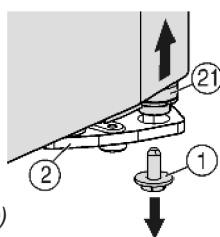
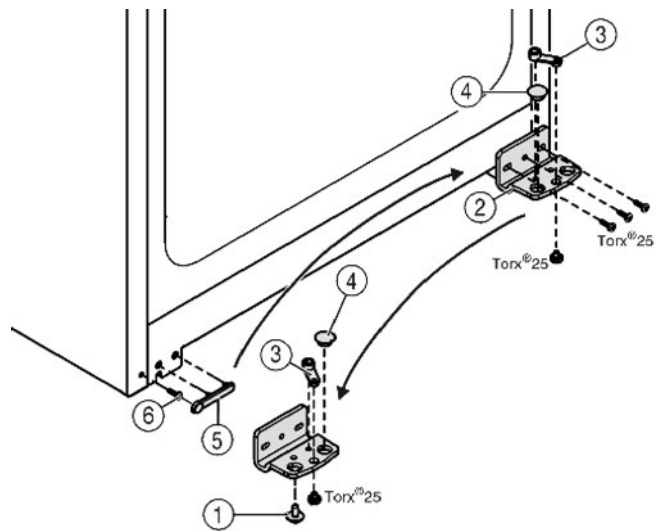

Рис. 4
Рис. 5
- ▶ Опорный стержень (рис. 4 (21)) должен выйти из петли (рис. 5 (2)).
- ▶ Если опорный стержень (рис. 4 (21)) не выходит, выдавите его снизу.
- ▶ Выкрутите петлю (рис. 5 (2)).
- ▶ Выкрутите опорный элемент (рис. 5 (3)), переустановите его в отверстие с противоположной стороны петли и плотно закрутите.
- ▶ Выньте из петли заглушку (рис. 5 (4)) и переустановите ее в приемное отверстие на противоположной стороне петли.
- ▶ Аккуратно приподнимите и снимите крышку (рис. 5 (5)) со стороны ручки.
- ▶ Выкрутите винт (рис. 5 (6)) и переустановите его с противоположной стороны.
- ▶ Установите крышку (рис. 5 (5)) обратно.
- ▶ Плотно вкрутите петлю (рис. 5 (2)) в месте установки на другой стороне двери (**с моментом затяжки 4 Нм**), по возможности используя электроотвертку.
- ▶ Вставьте крепежный винт (рис. 4 (1)) внизу в опорный стержень и закрутите его (с моментом затяжки 4 Нм).